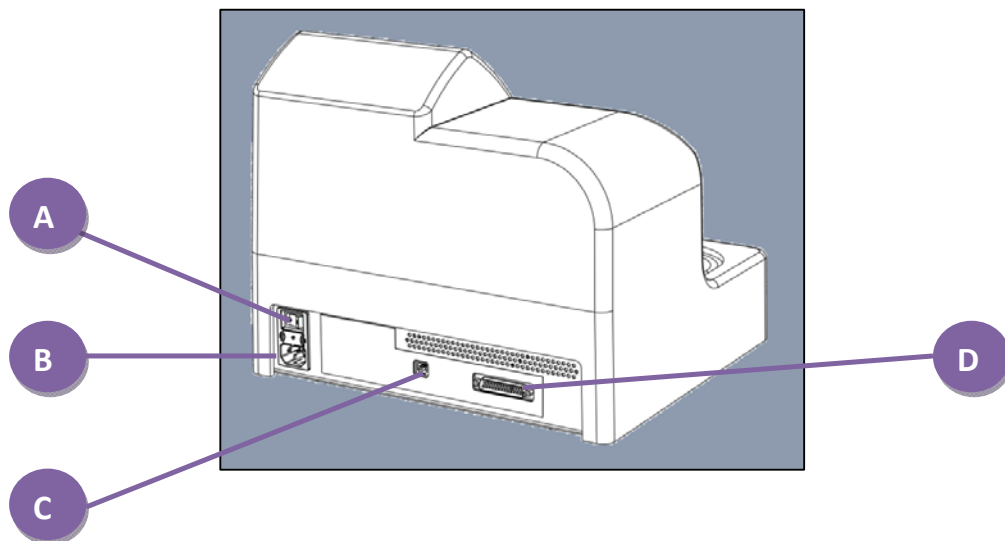

Abbildung 2 AIM™, Rückansicht
3. Instrument auf der Rückseite des AIM™ am Netz einschalten. Der Netzschalter ist mit '1' (EIN) '0' (AUS) gekennzeichnet. Siehe Abbildung 2.